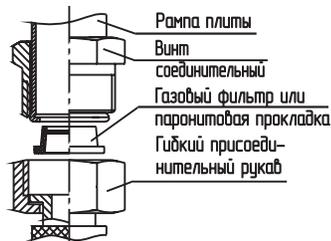

рис. 1
■ При подключении плиты (рис.1) для создания герметичности следует между рампой и присоединительной гайкой установить: